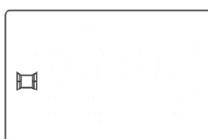

fig. 5
- Mod „**Fereastră deschisă**”: În timp ce aparatul funcționează, țineți apăsat butonul  pentru aproximativ 3 secunde, până când simbolul  apare pe ecran (fig. 5). Aparatul va continua să funcționeze în modul ales, dar în cazul în care timp de jumătate de oră temperatura scade (căde cu aproximativ 10 grade în comparație cu temperatura ambientă înregistrată anterior), aparatul automat se va opri și va trece în modul standby. Pentru a se întoarce în modul, selectat înainte de această, trebuie să apăsați butonul ; simbolul va dispărea de pe ecran.